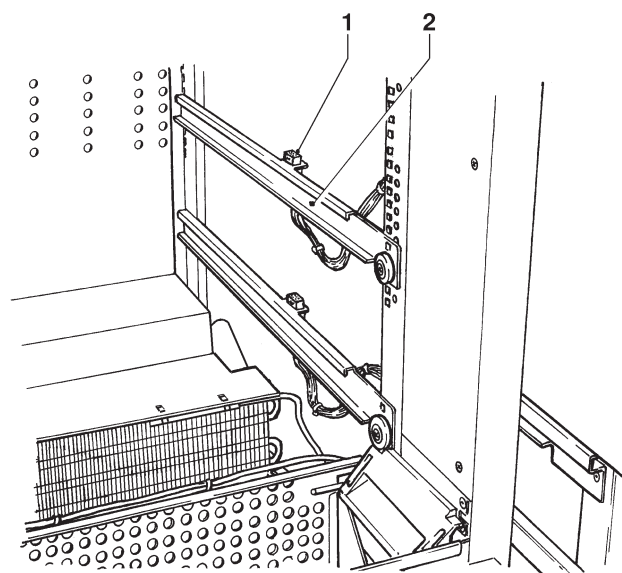

Рис. 30
- Переместите направляющие (см. рис. 30), расположенные на боковых опорах, за исключением первых в нижней части, которые должны оставаться в прежнем положении.